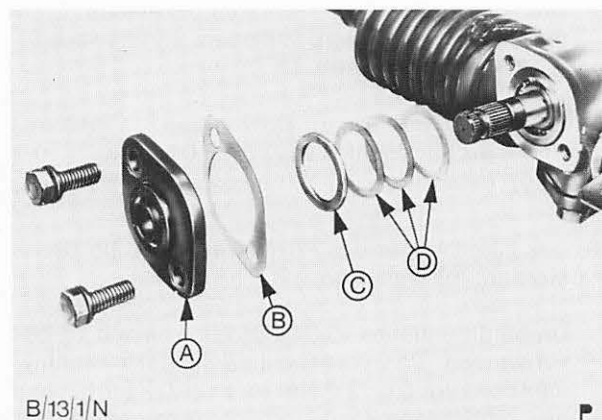

Abb. 15 Ritzellagerdeckel und Ausgleichscheiben
10. Ritzellagerdeckel entfernen, Dichtung auflegen und anschließend Deckel wieder montieren. Abb. 15. Schraubengewinde mit Dichtmasse bestreichen und Schrauben mit einem Drehmoment von 17 ... 24 Nm (1,7 ... 2,4 kpm) festziehen.